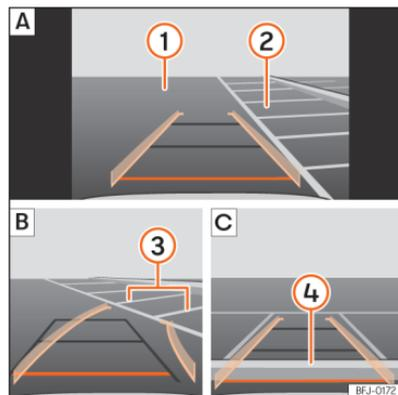

Fig. 167 Visualização no ecrã do sistema de infotainment: estacionamento com o assistente de marcha-atrás.
Legenda da »» Fig. 167:
- Posicione o veículo à frente do lugar de estacionamento >>> Fig. 167 ② **A**.
- Retroceda rodando o volante de forma que as linhas amarelas se introduzam no lugar de estacionamento. As linhas verdes e amarelas têm de coincidir com as linhas de delimitação laterais ③ **B**.
- Pare o veículo quando a linha vermelha tiver atingido a delimitação traseira ④ **C**.